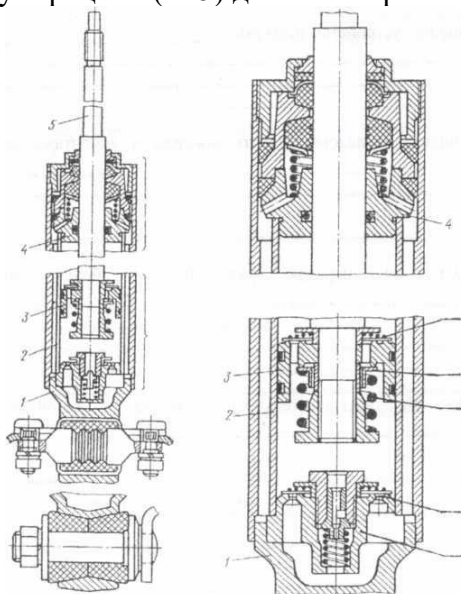

Рис. 22. Телескопический амортизатор.
1. Обозначьте в соответствии с нумерацией (1- 5) детали амортизатора (рис. 22.).
2. Обозначьте, согласно указателю (рис. 22.), номер детали амортизатора, соответствующий подрисовочной подписи (6-10).